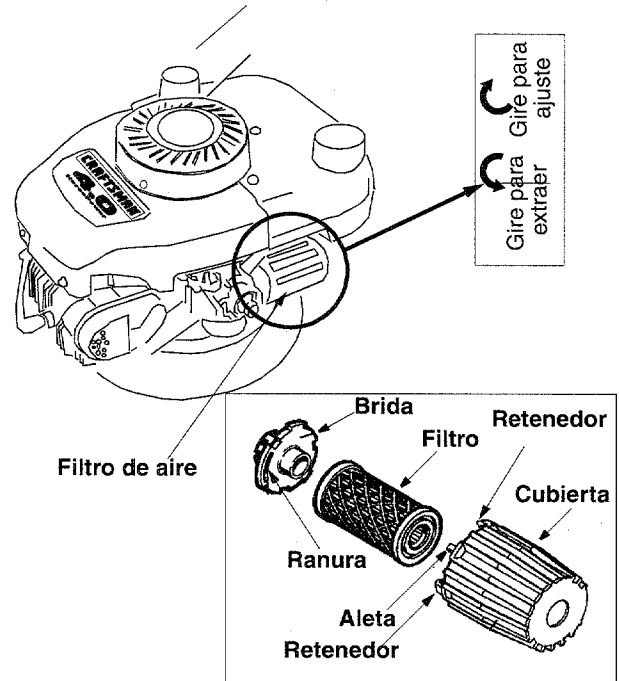

Figura 11
- Gire la cubierta del filtro de aire en sentido contrario a las agujas del reloj y extraiga la cubierta y el filtro de la brida. Vea la Figura 11. Descarte el filtro.
- Coloque la cubierta y el filtro contra la brida con la aleta de la cubierta insertada dentro de la esquina inferior izquierda de la ranura de la brida. Vea la Figura 11.
- Empuje firmemente la cubierta contra la brida y gírela en el sentido de las agujas del reloj tanto como pueda. Asegúrese que los retenedores estén calzados alrededor de la brida. Vea la Figura 11.